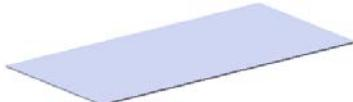
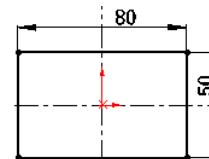

图 16.5.24 基体—法兰 1
图 16.5.25 横断面草图
Step2. 创建图 16.5.24 所示的钣金基础特征——基体—法兰 1。
(1) 选择命令。选择下拉菜单 **插入(I)** → **钣金(H)** → **基体法兰(A)...** 命令(或单击“钣金”工具栏上的“基体法兰/薄片”按钮 )。
(2) 定义特征的横断面草图。
① 定义草图基准面。选取前视基准面作为草图基准面。
② 定义横断面草图。在草图环境中绘制图 16.5.25 所示的横断面草图。
③ 选择下拉菜单 **插入(I)** → **退出草图** 命令，退出草图环境，此时系统弹出“基体法兰”对话框。
④ 定义钣金参数属性。在 **钣金参数(S)** 区域的 **t1** 文本框中输入厚度值 0.5。
(4) 单击  按钮，完成基体—法兰 1 的创建。